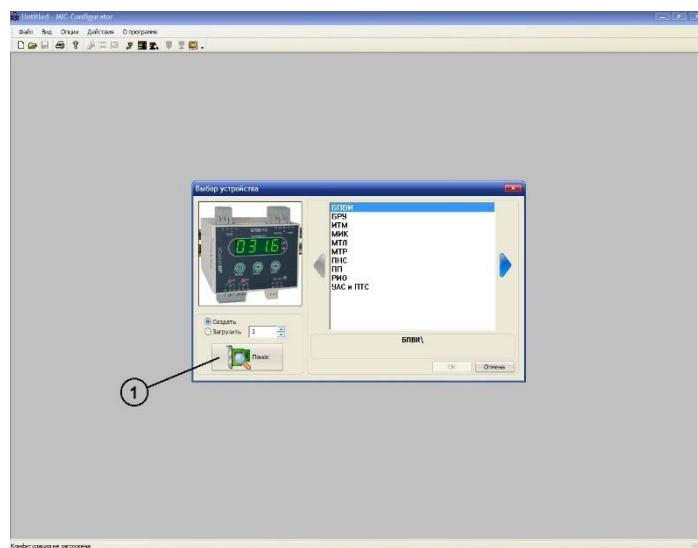

Рисунок 4.5 – Вікно запуску MIC-Configurator
► Програми ► Microl ► Mic-Configurator ► MIC-Configurator). Вікно програми наведено на рис. 4.5.